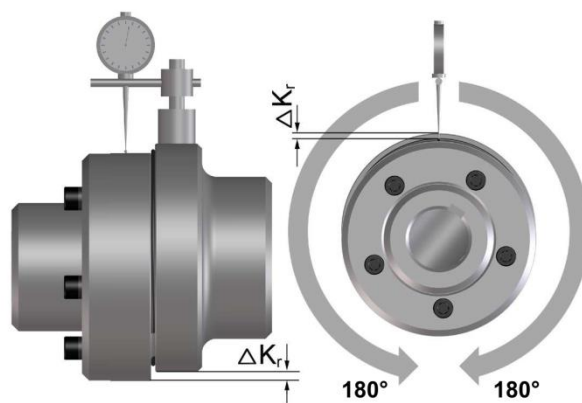

Рисунок 13
- Измерьте полный оборот (360°). При этом определите максимальное отклонение ΔK_{r1} и минимальное отклонение ΔK_{r2} (рисунок 13).